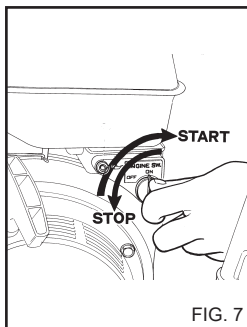

FIG. 7
3) Plaats de motorschakelaar in de stand ON (fig. 7).
a) Plaats de motorschakelaar in de stand OFF. (fig. 7)